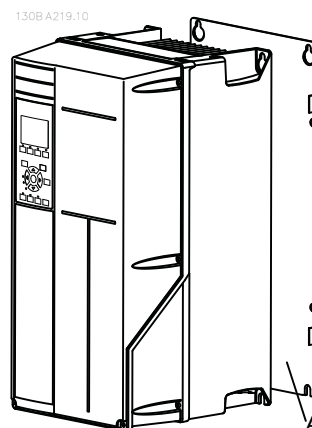

Bild 2.2 Korrekt montering med bakre plåt
- Montera enheten på en jämn yta eller på den bakre plåten (tillval) så att den kan kylas ordentligt (se Bild 2.2 och Bild 2.3)
Objekt A i Bild 2.2 och Bild 2.3 är en bakre plåt som monterats korrekt för att enheten ska kunna kylas med luft.